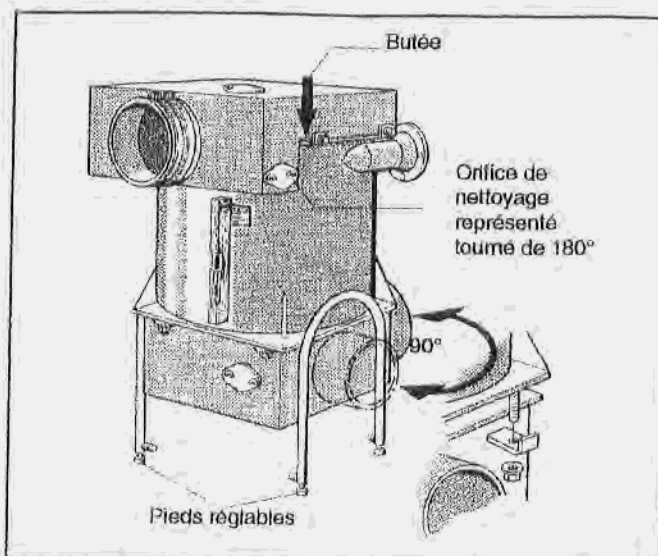

Fig. 5 Schéma de principe
- Dévisser les 4 écrous du dessous et basculer les équerres de serrage vers l'extérieur (fig. 5).
- Retirer complètement le collecteur, le faire pivoter de 90° et l'ajuster sur le cadre (fig. 5)
- Ajouter le collecteur, basculer les équerres de serrage vers l'intérieur et visser les écrous (fig. 5).
Le collecteur supérieur des fumées doit être monté de telle manière que le cadre repose, à l'avant, sur la butée de la surface d'étanchéité (flèche – fig. 5).